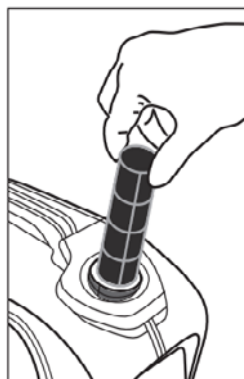

Рис. 7
1. Снимите пластмассовый фильтр (рис. 7), расположенный под крышкой горловины топливного бака.